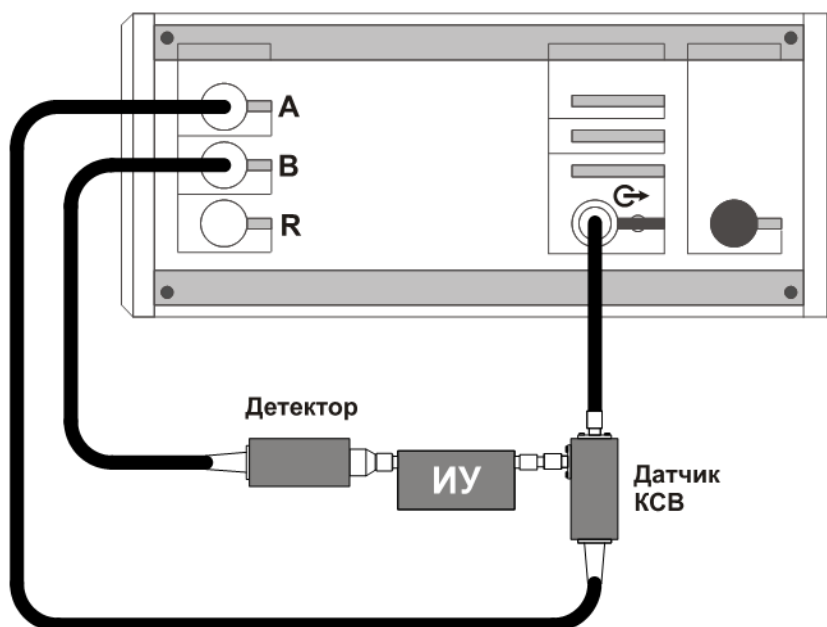

Рисунок 4.5 – Типичная схема измерения
4.7.10 Сформированный высокочастотный сигнал, стабилизированный системами фазовой автоподстройки частоты и автоматической регулировки мощности, после прохождения радиоизмерительного тракта и преобразования с помощью детектора или датчика КСВ в информационный низкочастотный сигнал, пропорциональный измеряемой величине, подается на входы Р2М (рисунок 4.5).